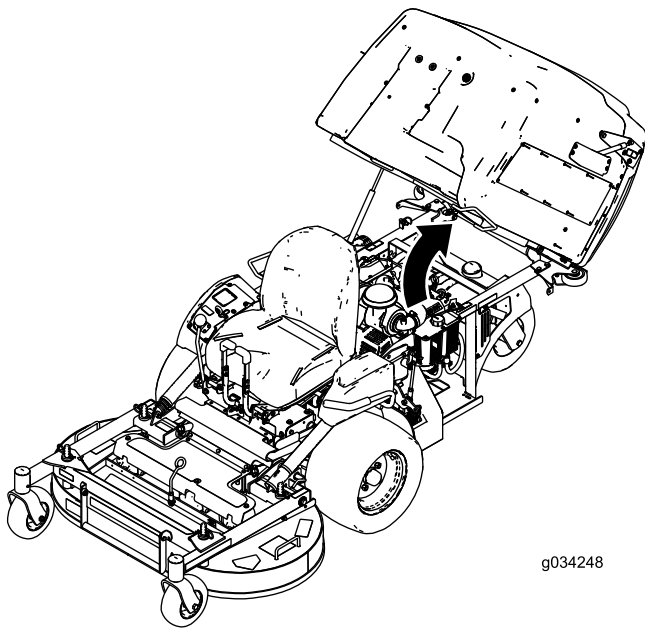

Figura 30
2. Eleve la tolva (Figura 30).